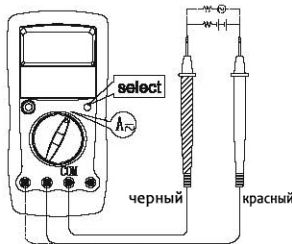

Рис.9.
10.4. Измерение силы переменного и постоянного тока (См. Рис.9)